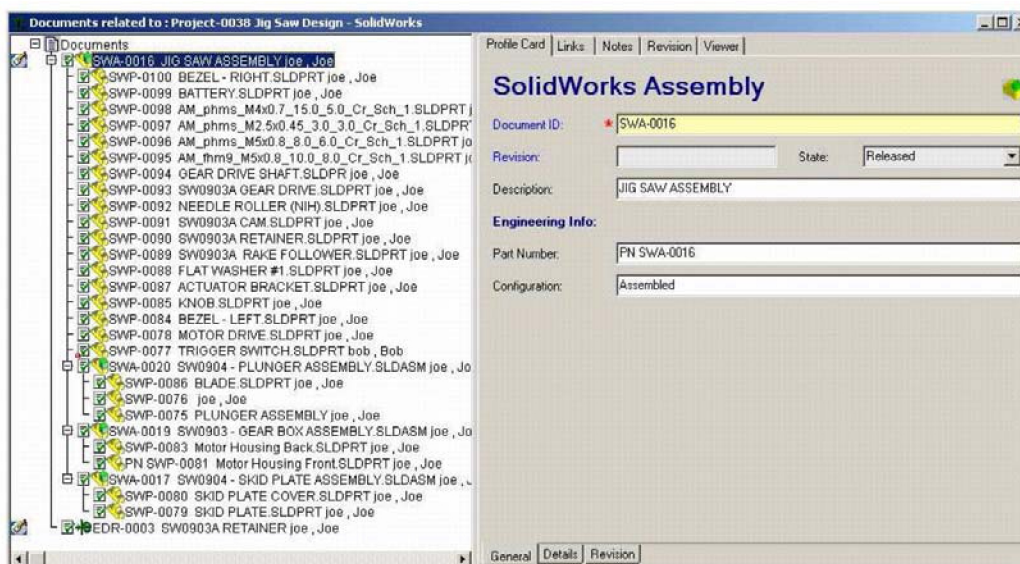

Рис.14. Измененное представление документов
- Представление документов для Джо в дереве будет обновлено (рис. 14).